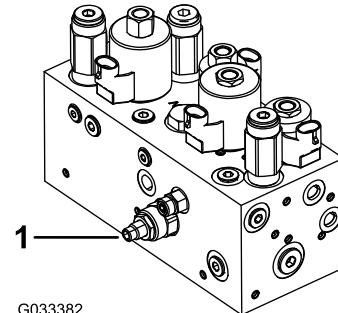

Bild 47
Der Hydraulikkreis zum Heben/Absenken der Schneideeinheit besitzt ein Flussteuerungsventil (**Bild 47**). Dieses Ventil wird ab Werk um ungefähr drei Umdrehungen geöffnet. Zum Ausgleichen unterschiedlicher Hydrauliköltemperaturen und Mähgeschwindigkeiten usw. müssen Sie dieses Ventil jedoch u. U. einstellen.
- Klappen Sie den Sitz hoch und finden das Flussteuerungsventil für den mittleren Zugrahmen (**Bild 47**), das sich neben dem Hydraulikverteiler befindet.